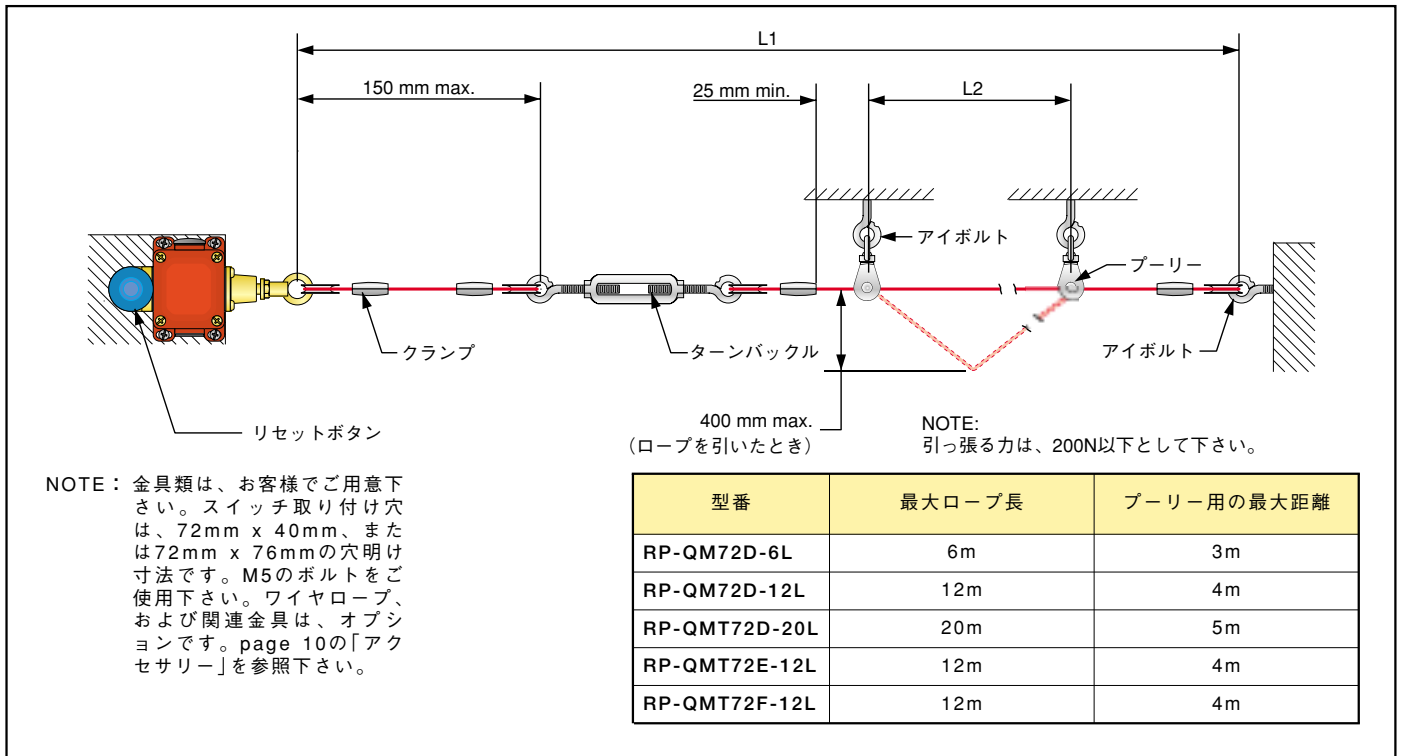

Fig.2 ロープとハードウェアの組み立て(ロープの部品はオプションです。page 10を参照下さい)
5型番ともにラッチタイプです。ロープを引いた状態で端子25/26(および、型番により端子45/46)がラッチオープンになり、リセットボタンを引くことでリセットされます。Fig.2参照下さい。
- 3) Fig.2のようにロープを組み立てます。ロープのPVCカバーを、ロープと同じ長さにします。
- Fig.2のように、ロープを最大ロープ長以上に張らないで下さい。長いモデルも用意しておりますので、www.bannerengineering.com、または弊社までお問い合わせ下さい。